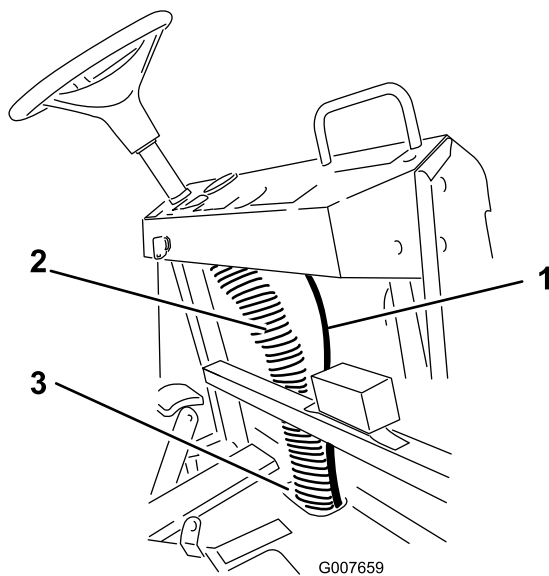

図 14
4. そこからホースの向きを上に変え、ダッシュボードの右側の背面へ導く（図 14）。
5. ホースを既存のワイヤの束に固定する（図 14）。